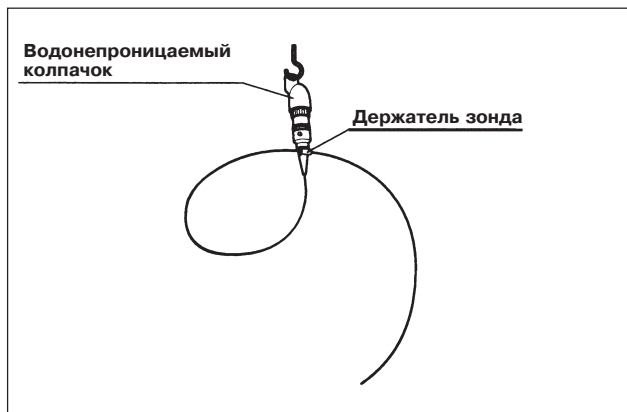

Рис. 3.4
4. При присоединённых держателе зонда и водонепроницаемом колпачке расположите ультразвуковой зонд дистальным концом вниз (см. рис. 3.4). (Подробно о присоединении держателя зонда и водонепроницаемого колпачка изложено в разделе 3.4 "Проверка эндоскопической системы"). Оставьте ультразвуковой зонд в таком положении в течение нескольких часов и убедитесь, что жидкость для проведения ультразвуковых волн при этом скапливается в области ультразвукового преобразователя. Если жидкость не скапливается в области преобразователя, замените ультразвуковой зонд на новый.
7. Используя держатель зонда, направьте дистальный конец вниз (см. рис. 3.4).